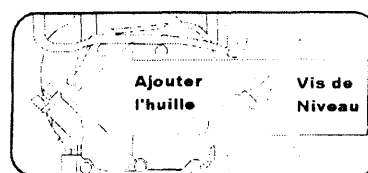

fig 1
- ❑ Placer le bras inférieur sur le châssis. Presser les 4 vis qui déjà rencontrent dans les trous respectifs (fig.1).
- Mettez de l'huile dans le carter moteur pour arriver au niveau moyen convenable, visible sur le bouchon-jauge. Le lubrifiant préconisé est celui du type couramment utilisé pour les moteurs thermiques (15W-40) (fig. 1).